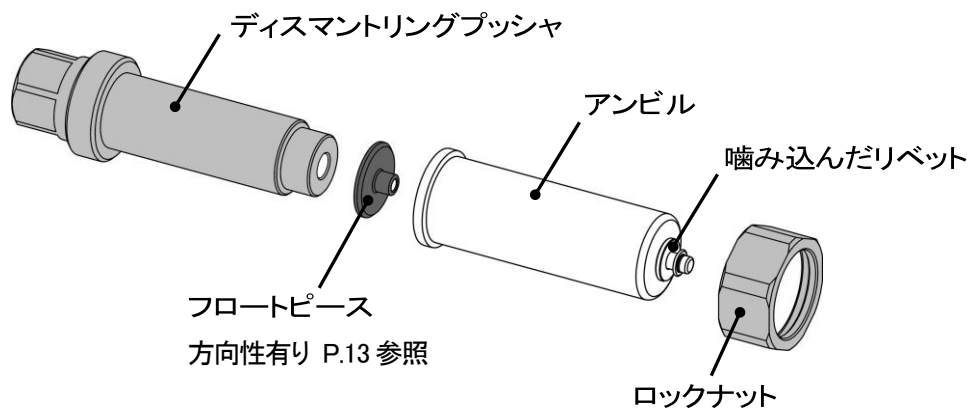

図 8-3
- (2) アンビルをツールに取り付ける要領でフロートピースを組み込み、フロートピース側から付属の工具 (ディスマントリングプッシャ)を挿入し(図 8-3)、ロックナットと工具を締め付けていくと噛み込んだリベットが外れます(図 8-4)。ディスマントリングプッシャは (P19 9-3)参照ください。